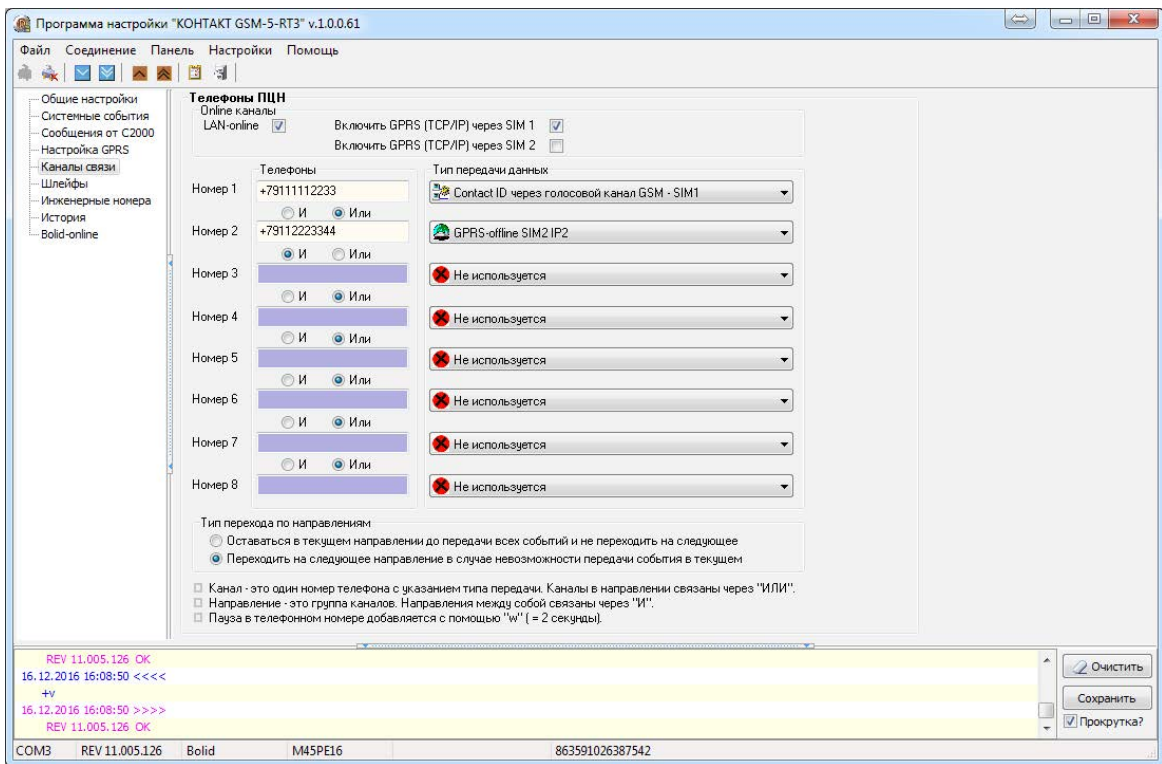

Рисунок 17. Раздел «Каналы связи»
*Например, при такой конфигурации, которая показана на рис. 17, переход к каналу связи номер 2 первого направления произойдет только в том случае, если передача по каналам **GPRS-Online, LAN-Online** и **Contact ID** через цифровой канал GSM невозможна.*